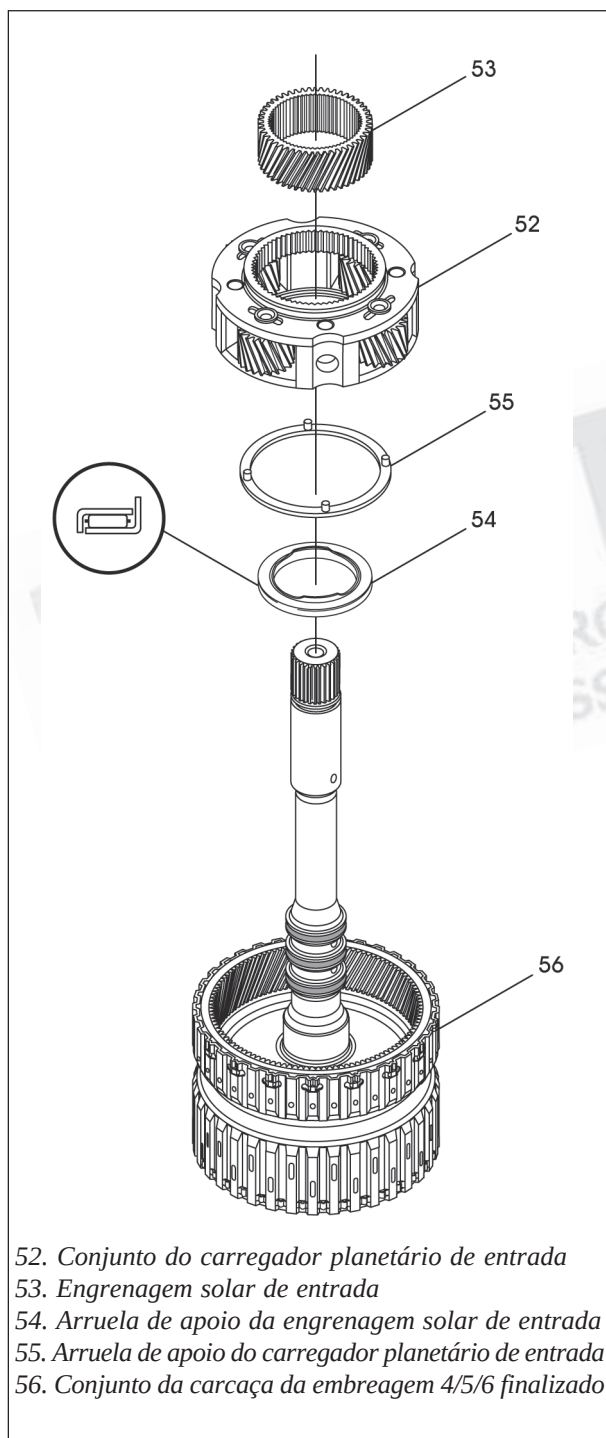

Figura 160
16. Instale o rolamento de apoio da engrenagem solar de entrada na carcaça da embreagem 4/5/6 na direção mostrada pela figura 160.